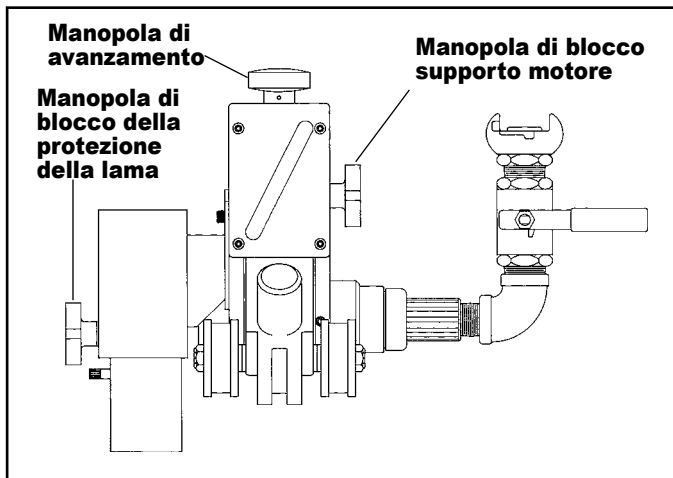

FIG. 4
1. Allentare la manopola di bloccaggio del supporto motore. (Fig. 4)
2. Arretrare il supporto motore fino alla posizione più alta ruotando la manopola di avanzamento in senso antiorario. (Fig. 4)
2. Ruotare la manopola di avanzamento della taglierina in senso orario. (Fig.4) Abbassare il motore e la taglierina fino ad avvicinarli al tubo, senza che lo tocchino. La manopola di blocco del supporto motore deve essere ben fissata, permettendo al contempo lo slittamento del supporto.
- 2.* Conoscendo lo spessore del tubo da tagliare, ruotare la manopola di avanzamento in senso orario (Fig. 4) fino a quando l'indicatore segnala la profondità della taglierina desiderata. Lasciare almeno 1/4" della lama oltre la profondità di taglio.
*A tutto ciò costituisce eccezione l'uso della taglierina a smusso per la plastica, in quanto la taglierina resta impegnata fino a quando la taglierina a smusso inizia a tagliare. A questo punto si potrebbe utilizzare l'indicatore del micrometro di profondità per determinare la quantità di smusso. Un impegno completo produce uno smusso pari a 15/16". (Fig. 4)
3. Stringere la manopola di bloccaggio del supporto motore. (Fig. 4)
4. Stringere la manopola di blocco della protezione lama per circa 1/8" dal tubo. (Fig. 4)